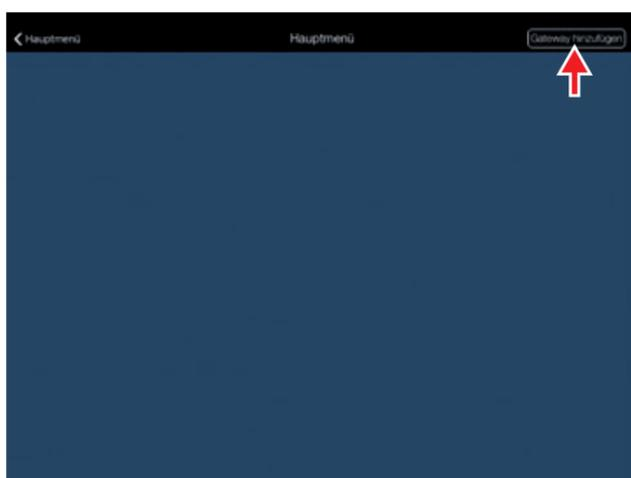

Abb. 10
3. Drücken Sie auf die Option „Gateway hinzufügen“ in der rechten oberen Ecke, um den „Assistenten Home-Installation“ zu öffnen (*siehe Abb. 10*)
5. **Tragen Sie die Gateway-Informationen - Sicherheits ID (SID), Passwort (PW) und einen Namen ein (siehe Seite 35). Das Gateway kann nur hinzugefügt werden, wenn das richtige SID/PW-Paar eingetragen wird.**